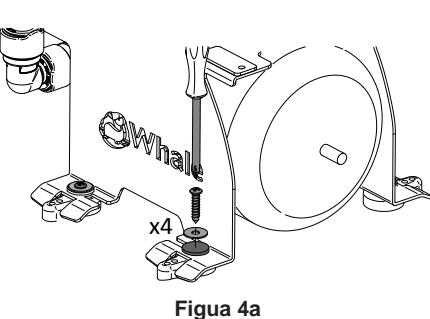
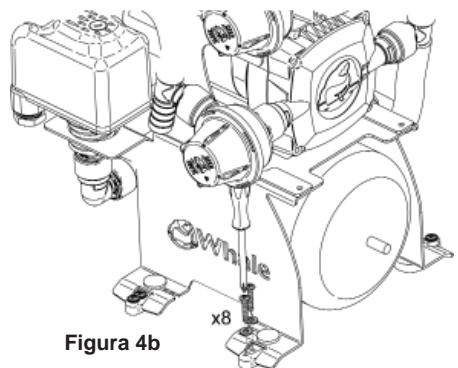

Figura 4a
Figura 4b
**Passo 3** Usare viti e rondelle di acciaio inox per fissare il kit a una superficie solida. Quattro viti e rondelle possono essere usate attraverso il centro dei piedi (vedere figura 4a) o 8 viti e rondelle come illustrato nella figura 4b.
Figura 4a and 4b Fissaggio del kit